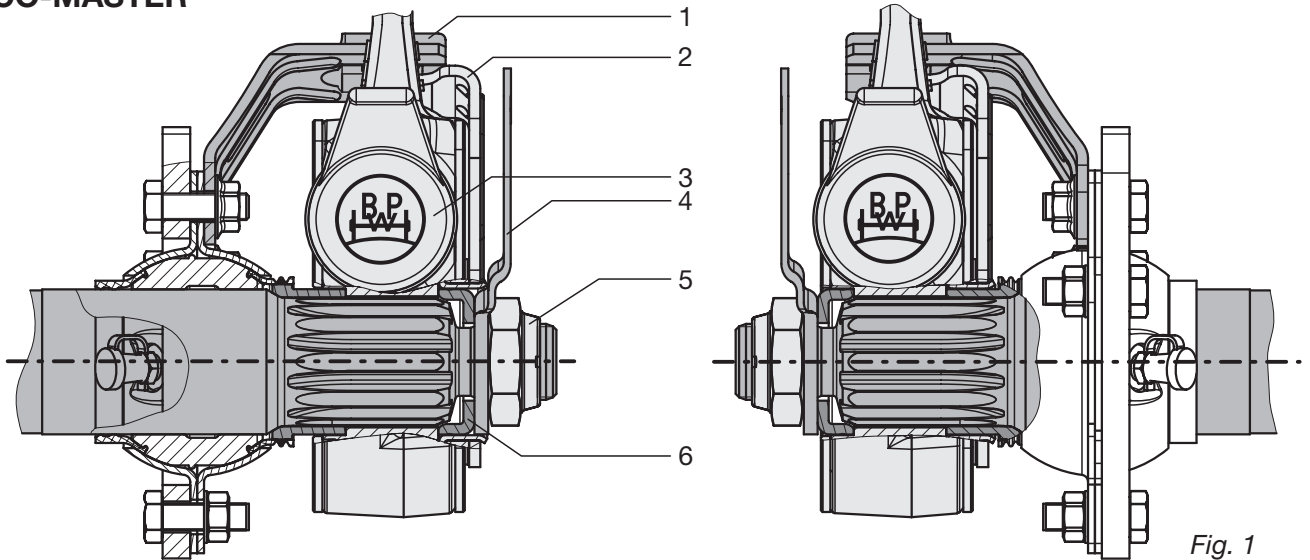

Fig. 1
- [14] Kunststoffkappe (3, siehe Fig. 1) aufdrücken.